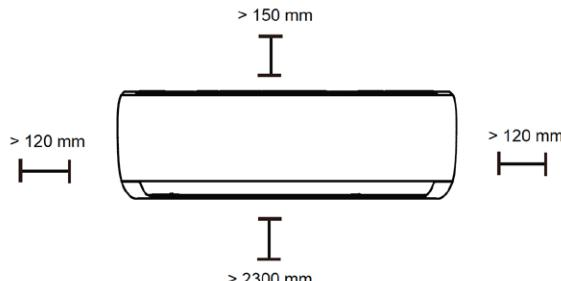

fig. 7 -
**Escolha do local de instalação.** Respeite as condições evidenciadas na secção "Esquema de instalação", constante do manual das unidades externas. Coloque a unidade o mais em baixo possível, garantindo contudo 15 cm de espaço livre sobre a unidade. É recomendável respeitar os espaços indicados ("fig. 7 -"). Antes de proceder à fixação na parede, certifique-se de que a parede é capaz de suportar o peso da unidade, que o fluxo do ar não seja obstruído por cortinas ou outras obstruções e que a posição seja adequada para garantir uma difusão ótima do ar na divisão.